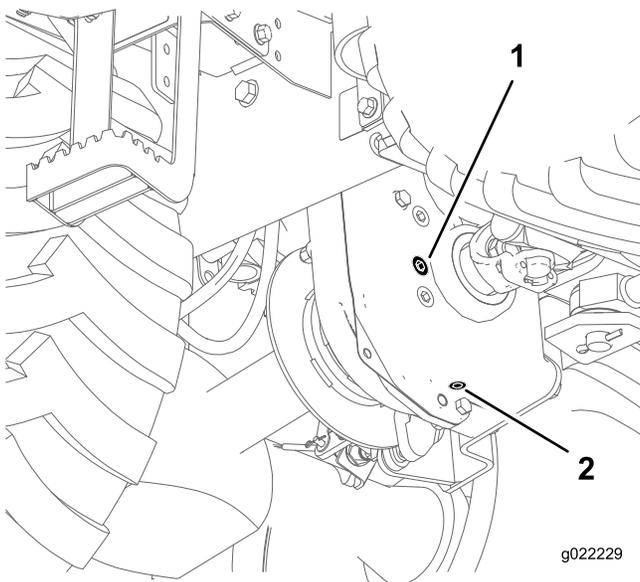

Figure 37
2. Nettoyez la surface autour du bouchon de remplissage avec un solvant de nettoyage (Figure 37).